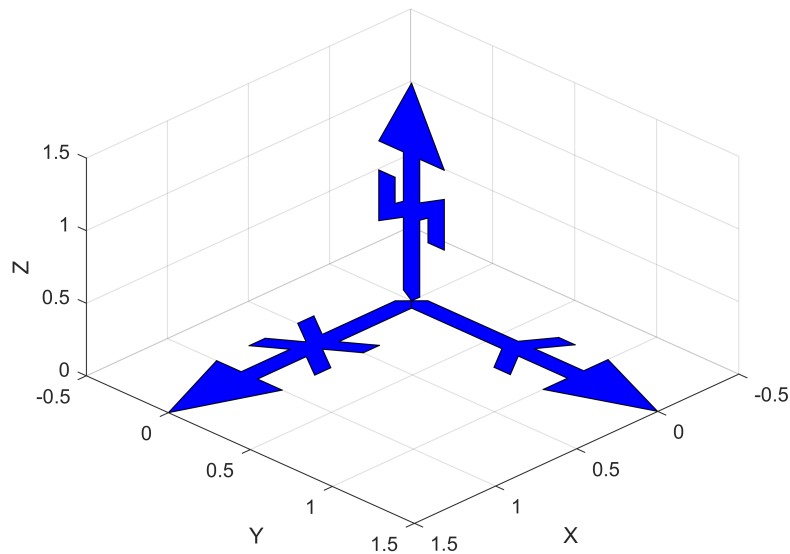

Fig. 2. Representação de um sistema de coordenadas cartesiano do manipulador RRR.
- a) Representar um modelo do manipulador (obtido pelo algoritmo de Denavit-Hartenberg) em que: (i) os elos são modelados com uma geometria à escolha de cada grupo; (ii) todos os sistemas de coordenadas dos elos são apresentados. Usar um subplot (2×1) para realizar a representação. Todos os pontos de três objetos que representam os eixos de um sistema de coordenadas cartesiano estão disponíveis no ficheiro *eixos.m* (ver Fig. 2).